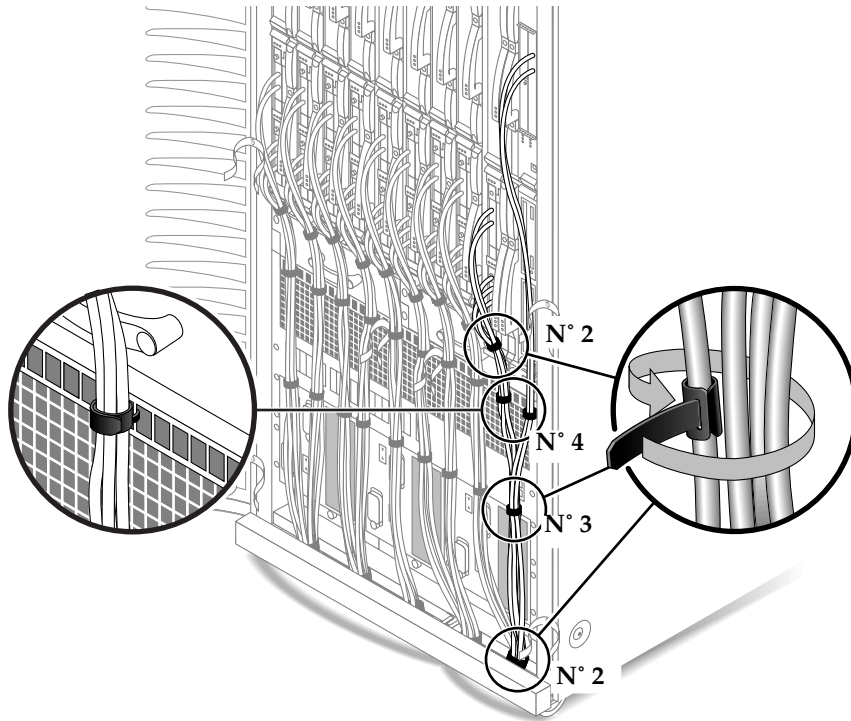

FIGURE 2-7 Système de brides noires
5. **Immédiatement sous la carte d'E/S, fixez une bride pour câblage noire de 25,4 cm (n° 2) à l'un des câbles et utilisez-la pour entourer les câbles restants de l'ensemble de cartes d'E/S afin de les lier ensemble (voir FIGURE 2-7).**
6. **Fixez à la verticale les jeux de câbles groupés et les câbles SC aux brides pour câblage de couleur noire (voir FIGURE 2-7).**
7. **Au-dessus des alimentations, fixez une bride pour câblage noire légère de 15,2 cm (n° 3) à l'un des câbles et utilisez-la pour entourer et regrouper les câbles restants du jeu de câbles (voir FIGURE 2-7).**
8. **Au bas du système, fixez une bride pour câblage noire de 25,4 cm (n° 2) à l'un des câbles et utilisez-la pour entourer et lier ensemble les câbles de deux jeux (voir FIGURE 2-7).**